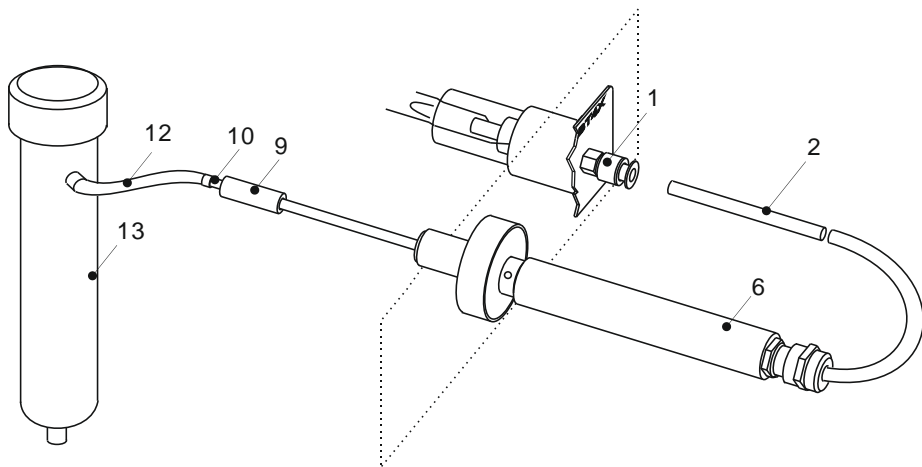

Рис. 5
3.5.1. Включите газоанализатор, используя заглушку, установленную в трубку (рис. 5), подсоедините ротаметр ко входу газоанализатора измерьте расход. Если значение расхода меньше 200 мл/мин, обратитесь к разделу 4. Для проверки расхода на выходе газоанализатора установите штуцер СБРОС (см. рис. 2б).
Для проверки нулевого сигнала соедините фильтр-поглотитель с входом пробоотборника, для чего отсоедините трубку 12 (рис. 5) от штуцера фильтра-поглотителя 13 и наденьте ее на заглушку 10, трубку 9 соедините с пробоотборником, через 10 минут зафиксируйте показания индикатора, показания не должны превышать 5 мг/м3. После окончания проверки отсоедините фильтр-поглотитель.